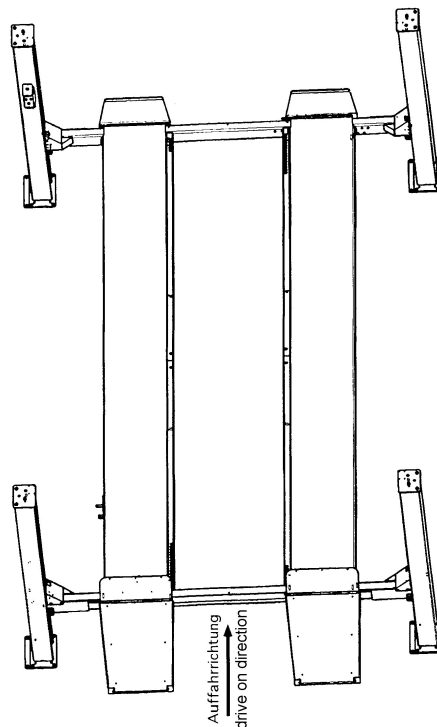

Bild 8: Auswahl der Dübellängen ohne Bodenbelag
- Der Hersteller fordert Liebig Sicherheitsdübel oder gleichwertige Dübel anderer Dübelhersteller (z.B. UPAT) mit Zulassung und unter Beachtung deren Bestimmungen. Vor dem Verdübeln der Hebebühne ist zu überprüfen, ob der Beton mit der Qualität C20/25 bis zur Oberkante des Fertigfußbodens reicht. In diesem Fall ist die Dübellänge nach Bild 8 zu ermitteln. Befindet sich ein Bodenbelag (Fliesen, Estrich) auf dem tragenden Boden, muss die Dicke dieses Belags ermittelt werden und die Dübellänge ist nach Bild 9 zu ermitteln. Jeder Liebig-Dübel muss sich mit einem Drehmoment von 40 Nm anziehen lassen. Mit einem geringeren Drehmoment ist der sichere Betrieb der Hebebühne nicht gewährleistet.
Tabelle zu Bild 8